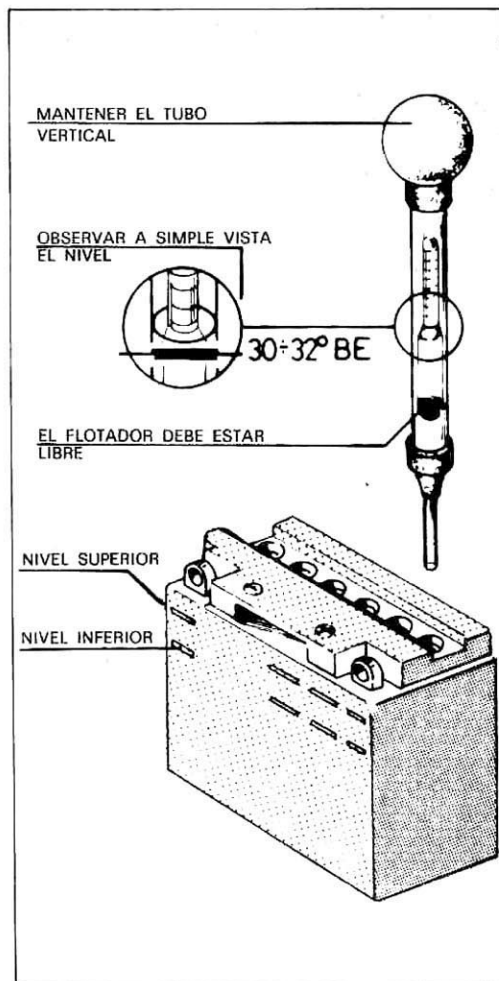

Fig. 32 E
(Fig. 32 E)
1. Quitar la cinta adhesiva y los tapones. Llenar los elementos con ácido sulfúrico de calidad adecuada para acumuladores, de peso específico $1,26 \div 30^\circ \text{Be}$, a una temperatura no inferior a 15°C hasta el nivel superior (Fig. 32 E).
El nivel del electrolito, que debe ser controlado frecuentemente, debe rozar justamente el nivel superior (Fig. 32 E). Para restablecer el nivel emplear agua destilada.